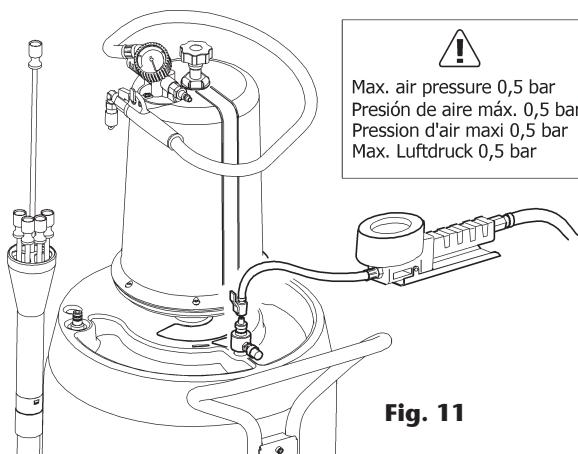

Fig. 11
3. Connect compressed air by means of a tire inflator to the charge valve (fig. 11), pressurize the container to 0,5 bar and open the discharge hose valve. Repeat this procedure until the container is empty. It is also possible to empty the container maintaining the tyre inflator connected and the discharge valve opened until it is empty. Once the container is empty, close the valve and replace the outlet cap.
3. Conectar el aire comprimido mediante un inflador de neumáticos a la válvula de carga (fig. 11), presurizar el depósito a 0,5 bar y luego abrir la válvula de la manguera de descarga. Repetir este proceso hasta vaciar el depósito. También se puede vaciar el depósito manteniendo el inflador conectado y la válvula de la manguera de descarga abierta hasta que está vacío. Una vez vaciado el depósito, cerrar la válvula y colocar el tapón.
3. Brancher l'air comprimé à la valve indiquée sur le schéma à l'aide d'un pistolet de gonflage (fig. 11), pressuriser le réservoir à 0,5 bar et ouvrir ensuite la vanne du flexible de vidange. Répéter l'opération jusqu'à vider le réservoir. Il est également possible de vider le réservoir en maintenant le pistolet de gonflage branché et la vanne du flexible de vidange ouverte jusqu'à ce que ce dernier se vide. Dès que le réservoir est vide, fermer la vanne et remettre le bouchon à sa place.